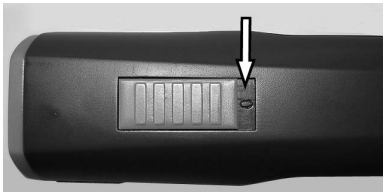

Fig. 4 Brytare i läge FRÅN ("0")
1. Vrid brytaren till läge "0" (Fig. 4).